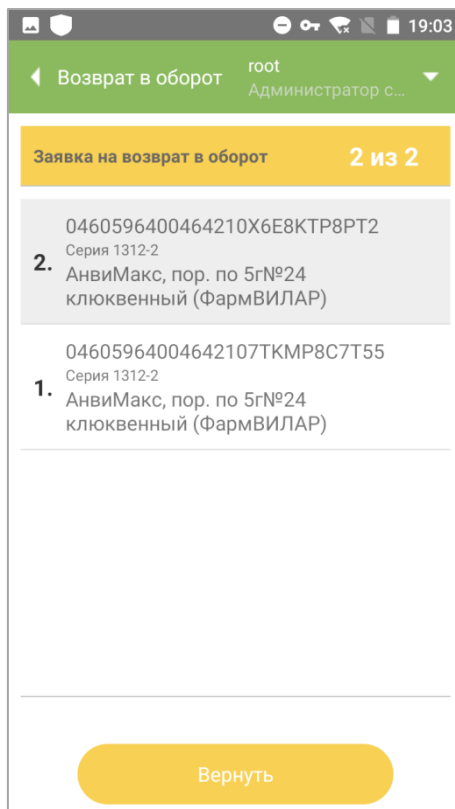

Рисунок 12.7
6. Просканировать коды (п. 1.5), которые необходимо вернуть в оборот (Рисунок 12.7). При этом на экране отобразится следующая информация: